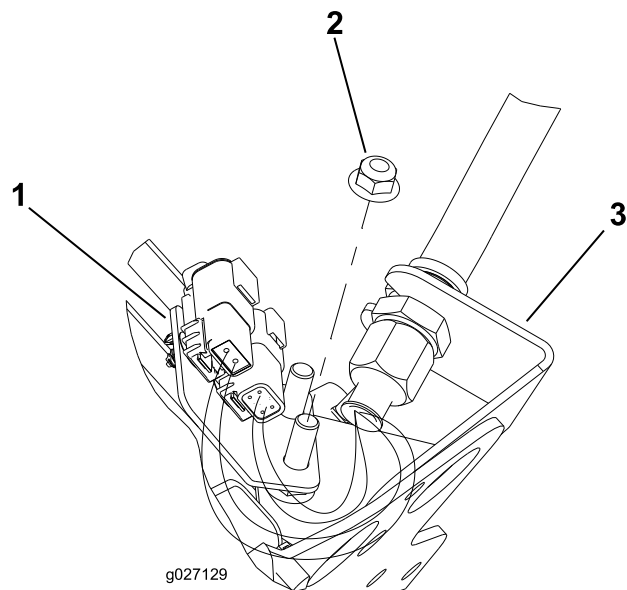
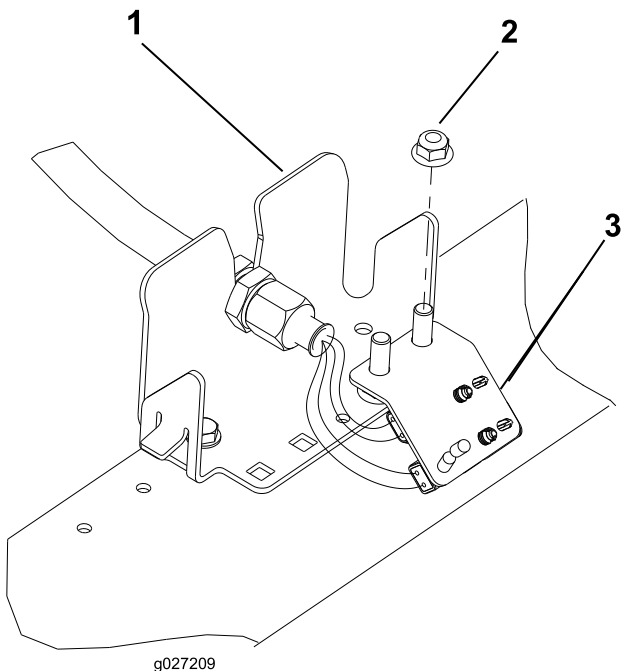

Figura 12
Figura 15
- Repita o procedimento nos restantes (4) locais do anteparo como se mostra na Figura 12 a Figura 15.